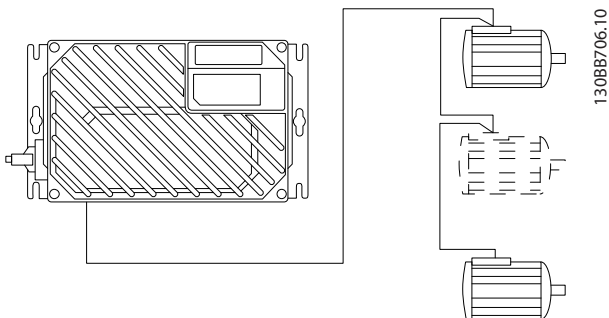

Abbildung 2.15 Parallelschaltung von Motoren
- Danfoss empfiehlt Installationen mit **gemeinsamem Anschluss** wie in *Abbildung 2.15* nur bei kurzen Kabeln (max. 10 m).